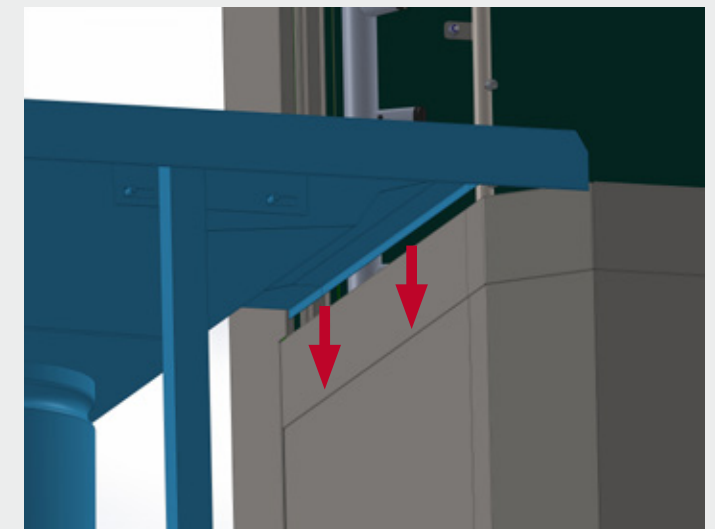

Abb. 2 Der Tisch wird an der Seite oder Vorderseite der Maschine eingehängt
- Die Tische werden mittels eines Falz, der über den Rand der Maschine ragt, mit der Maschine verbunden (siehe Abbildung 2 rechts).